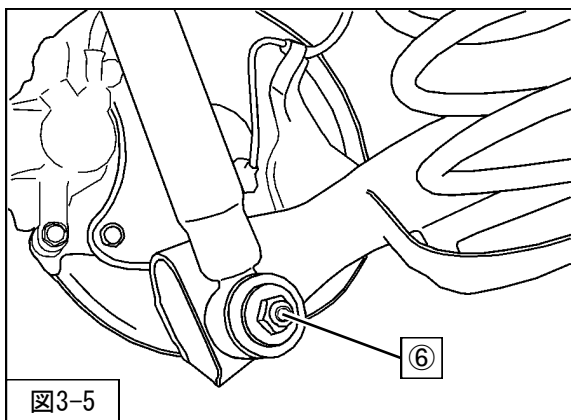

図3-5
6. ⑥リアショックアブソーバASSYロア取付ナットを取外し、リアショックアブソーバASSYを車両から取外してください。（図3-5）